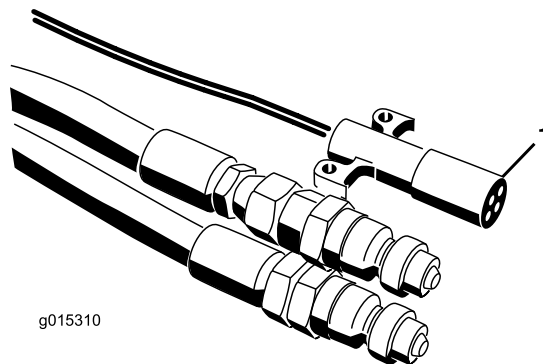

**Рисунок 17**
6. Подсоедините два гидравлических шланга от разбрасывателя МН-400 к буксирной машине. Подсоедините правый (при взгляде на машину спереди) шланг к стороне нагнетания, а левый шланг – к стороне возврата (Рисунок 17). Возвратный шланг оснащен встроенным обратным клапаном. Стрелка на обратном клапане должна быть направлена в сторону подключения возврата на буксирной машине.